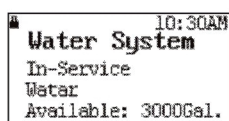

рис. 9A
- Оставшийся ресурс системы, например 3000 галлонов (рис. 9A).